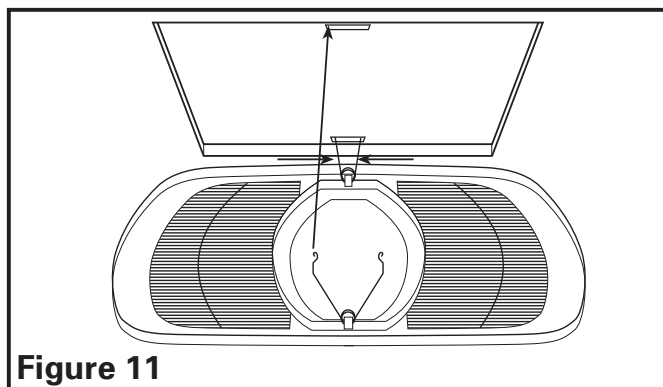

Figure 11
4. Installer la grille en pressant ensemble les deux extrémités des ressorts et en les installant dans les fentes du châssis du ventilateur. Pousser la grille en position (Figure 11).